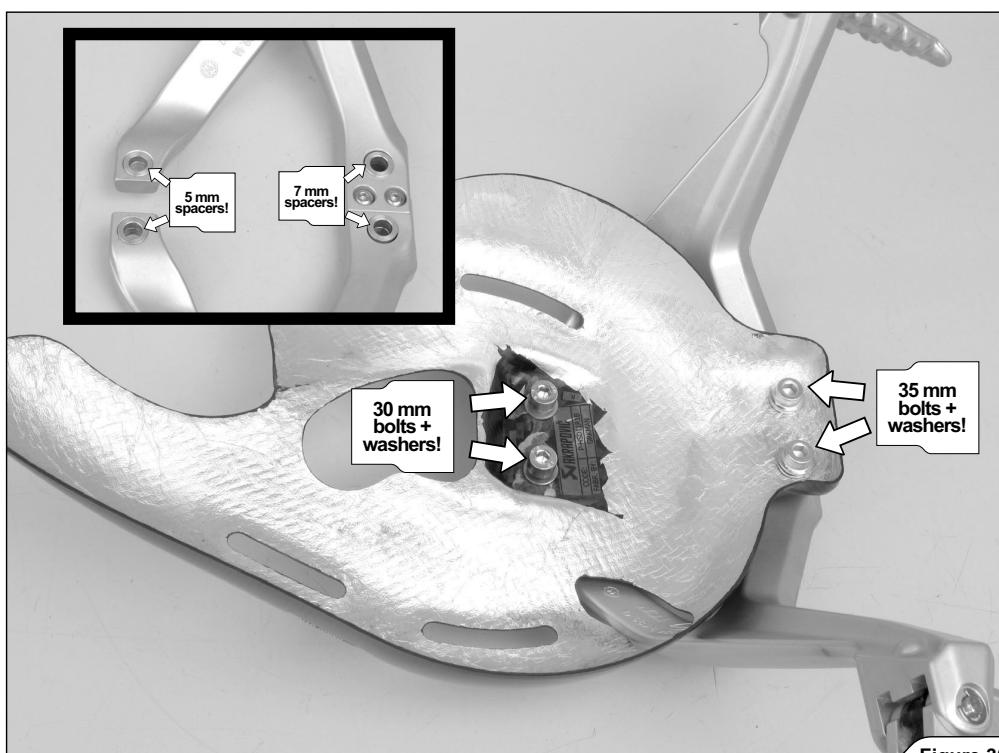

Figure 30
5. パッセンジャーフットペグを使用するタイプのみ: Akrapovič取り付けキットに付属のスペーサー、ボルト、ワッシャーを使用して、ヒートガードとパッセンジャーフットペグをサブフレームに取り付けます (図 30, 31)。